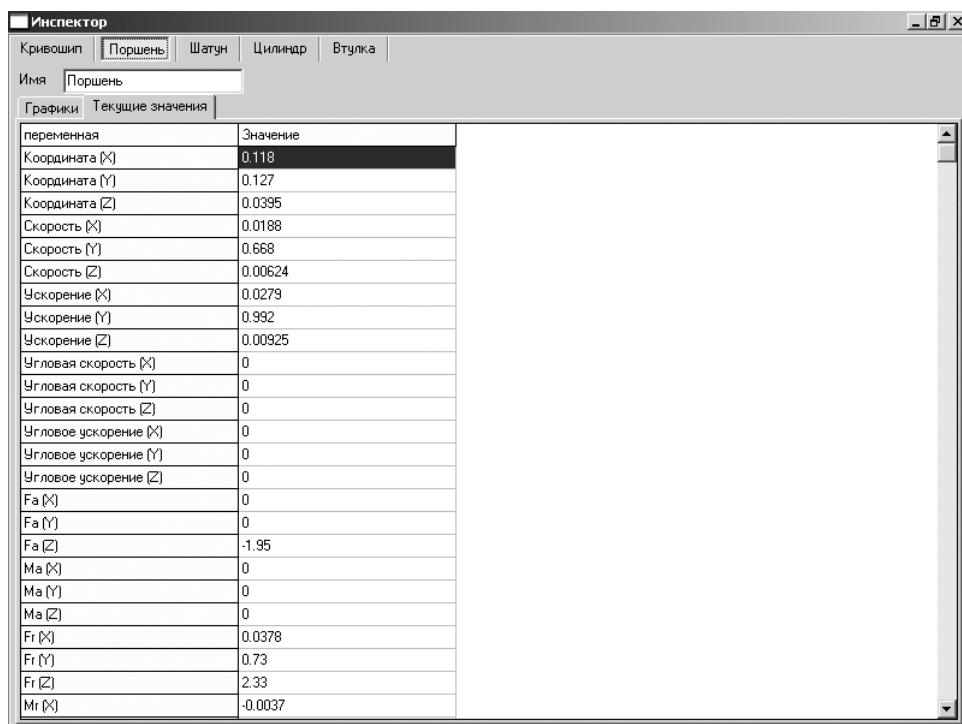

Рис. 2.74. Состояние окна **Инспектор** в развернутом виде с открытой вкладкой **Текущие значения**
- щелкните в развернутом окне **Инспектор** по вкладке **Текущие значения**. Появится окно **Инспектор** в развернутом виде с текущими значениями результатов моделирования, см. рис. 2.74.